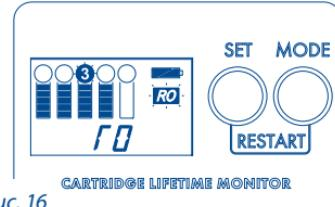

Рис. 16
e. Последовательными нажатиями кнопки SET выберите ступень, для которой Вы хотите установить режим RO (ступень с обратноосмотической мембранный). Нажмите MODE — появится надпись End. Нажмите SET — настройка будет зафиксирована (Рис. 16).